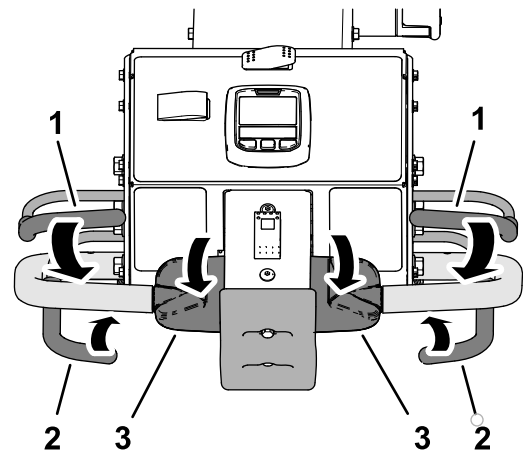

Bild 37
- Halten Sie einen der beiden Schaltbügel gegen den Lenker, drehen Sie den oberen Teil des Fahrtriebshebels nach vorne und schließen Sie den Aerifizierbügel (Bild 37).